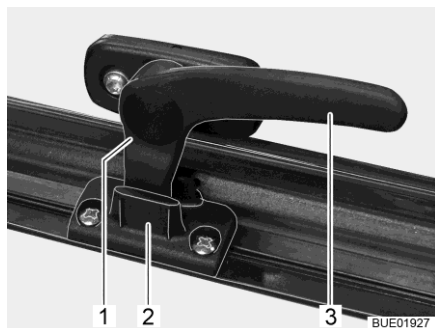

Bild 21 Låsarm (läget "kontinuerlig vädring")
- I läget "kontinuerlig vädring" (Bild 21)
- Sväng låsarmen (Bild 21,3) ett kvarts varv mot fönstrets mitt.
- Sväng låsarmen ett kvarts varv mot fönsterkarmen. Därvid måste låsspaken (Bild 21,1) föras in i spåret på fönsterlåset (Bild 21,2).